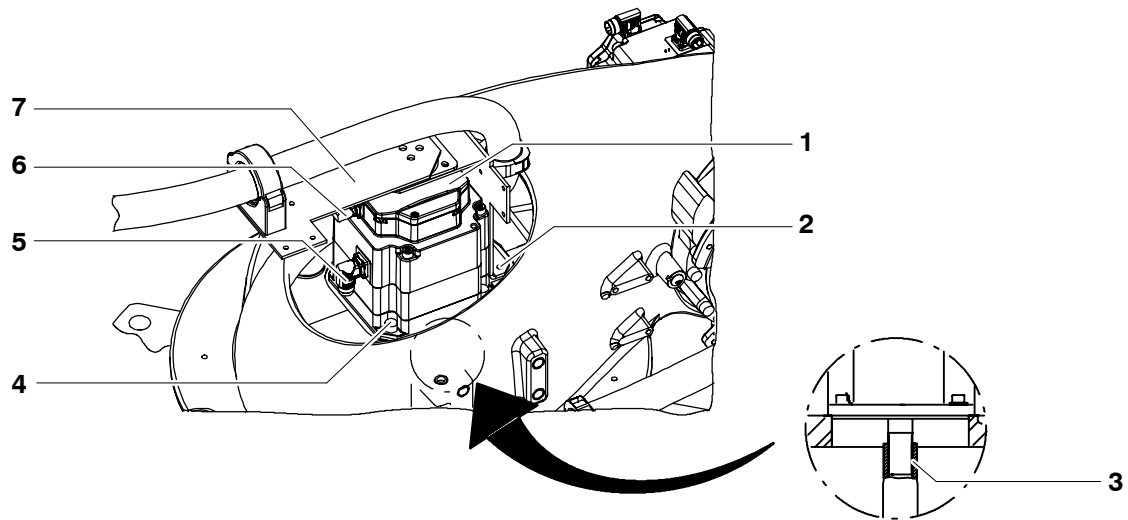

Fig. 108 Entraînement de l'axe majeur A1
- (1) Desserrer et retirer les connecteurs XM1 et XP1 aux connecteurs femelles (Fig. 108/5, 6).
- (2) Dévisser quatre vis à six pans creux M8x16 (2) sans oublier les rondelles-frein.
- (3) Rabattre le support (7) et le flexible de protection vers le côté.
- (4) Dévisser les quatre vis à six pans creux M12x30-8.8 (4) sans oublier les rondelles-freins.
- (5) Soulever l'entraînement de l'axe majeur A1 (1).
- (1) Le cas échéant, procéder à la déconservation du nouvel entraînement de l'axe majeur A1.
- (2) Avant le montage, nettoyer les dents du servomoteur à courant triphasé (Fig. 108/3) et du réducteur, les contrôler, puis les enduire légèrement mais sur toute la surface avec du Microlube GL 261. Remplacer les pièces endommagées.
- (3) Nettoyer les surfaces d'appui.
- (4) Monter l'entraînement de l'axe majeur A1 (1).
Les connecteurs femelles XM1 (5) et XP1 (6) doivent être configurés selon la Fig. 108. Le montage de l'entraînement de l'axe majeur A1 est facilité si on le tourne un peu autour de l'axe de rotation.
- (5) Monter les quatre vis à six pans creus M12x30-8.8 (4) sans oublier les rondelles-freins.
- (6) Serrer en croix avec une clé dynamométrique les quatre vis à six pans creux (4) jusqu'à l'obtention du couple de serrage M_A prescrit en procédant par étapes ($M_A = 78 \text{ Nm}$).
- (7) Monter le support (7) pour l'aligner ensuite.
- (8) Monter quatre vis à six pans creux M8x16 (2) sans oublier les rondelles-frein.
- (9) Serrer en croix avec une clé dynamométrique les quatre vis à six pans creux (2) jusqu'à l'obtention du couple de serrage M_A prescrit en procédant par étapes ($M_A = 23,9 \text{ Nm}$).
- (10) Brancher les connecteurs XM1 et XP1 aux connecteurs femelles (5, 6).